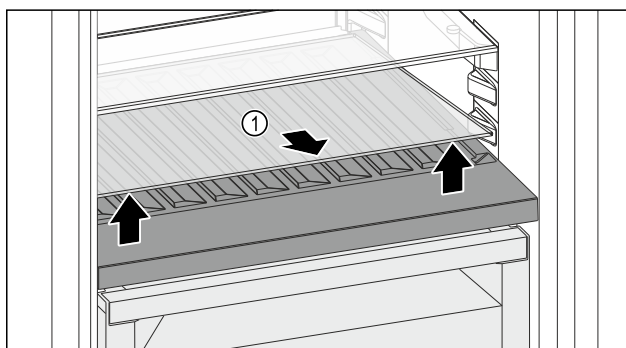

Fig. 133
- ▶ Soulever la plaque de verre *Fig. 133 (1)* au niveau de l'évidement avant et la retirer.
- ▶ Entreposer la plaque de verre *Fig. 133 (1)* dans un endroit sûr hors de l'appareil.